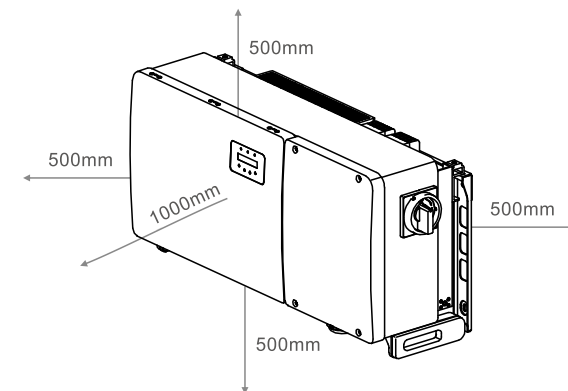

Abbildung 3.1 Erforderliche Abstände zwischen Wechselrichtern
- Wenn mehrere Wechselrichter vor Ort installiert werden, sollte ein Mindestabstand von 500 mm zwischen jedem Wechselrichter und allen anderen montierten Geräten eingehalten werden. Die Unterseite des Wechselrichters sollte sich mindestens 500 mm über der Erde oder dem Boden befinden (siehe Abbildung 3.1).